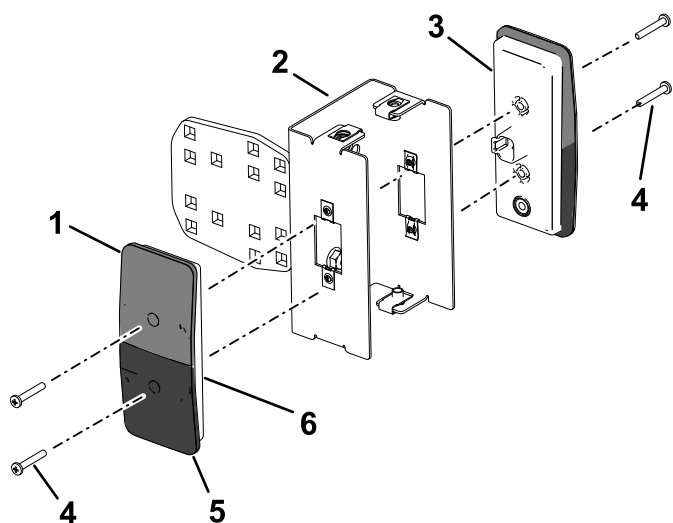

Figure 20
7. Placez les feux avant et arrière devant le support, avec le verre jaune en haut, comme montré à la Figure 20.
8. Fixez le feu avant à l'avant du support à l'aide de 2 vis (n° 10 x 1¼ po); voir Figure 20.
9. Fixez le feu arrière sur le support à l'aide de 2 vis (n° 10 x 1¼ po); voir Figure 20.